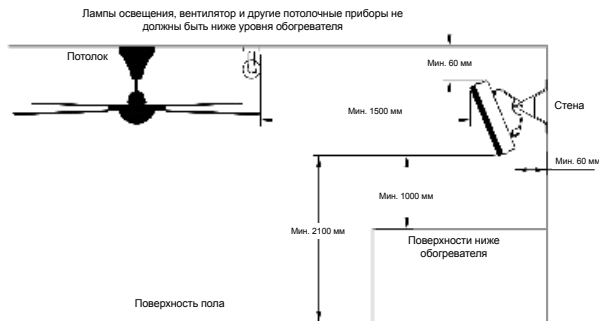

Рис.2
3. В соответствии с рис. 2, 3, 4 определите место установки обогревателя на потолке или на потолочных конструкциях с соблюдением минимальных расстояний от предметов и минимального расстояния от пола.